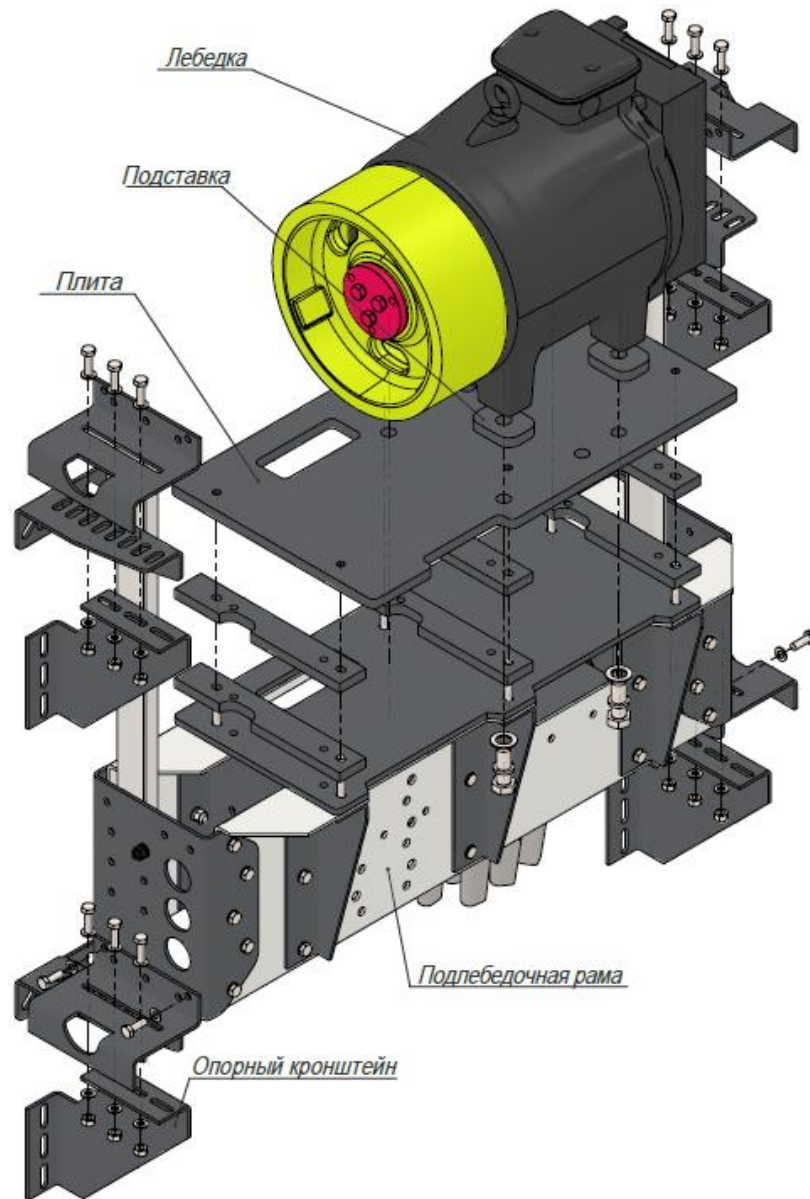

Рис. 43 Установка лебедки на подлеведочной балке в случае расположения лебедки на направляющих.
8.9 После установки подлебедочной балки на балках необходимо установить систему защиты лебедки от опрокидывания. Для этого необходимо с двух сторон закрепить болтовое соединение с трубой 15x2 как показано на рис. 43.а.